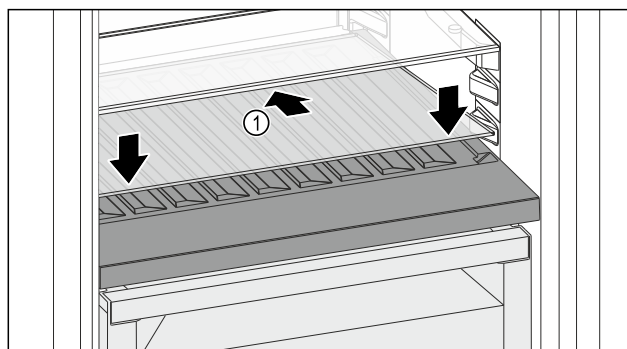

Fig. 220
- Skleněnou desku Fig. 220 (1) zasuňte šikmo a skloněnou dozadu dolů.
- Skleněnou desku Fig. 220 (1) vpředu spusťte dolů.